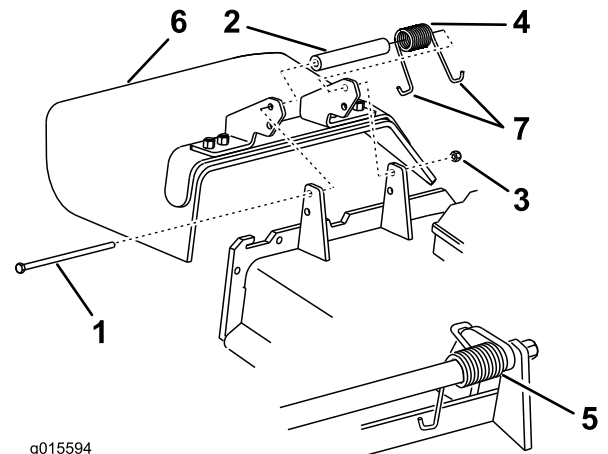

Figura 96
1. Retire la contratuerca, el perno, el muelle y el espaciador que sujetan el deflector a los soportes de pivote (Figura 96).
2. Retire el deflector de hierba dañado o desgastado (Figura 96).
Nota: Asegúrese de colocar un extremo con gancho en J del muelle detrás del reborde de la carcasa antes de instalar el perno, según se muestra en Figura 96.
6. Coloque 1 extremo en J del muelle alrededor del deflector de hierba (Figura 96).